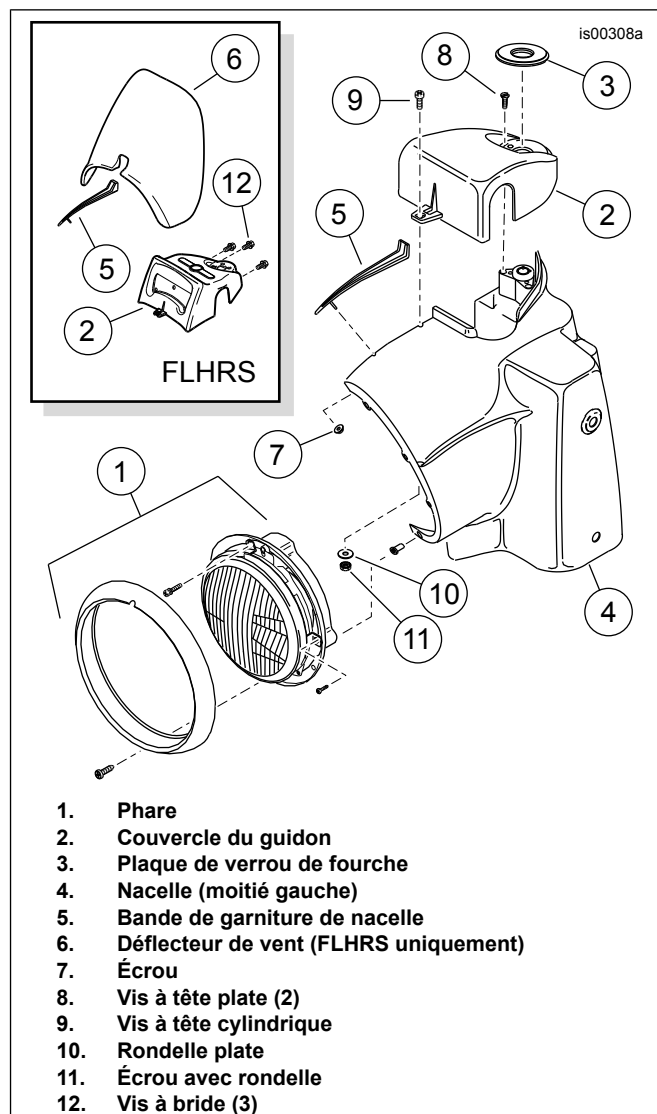

Figure 3. Nacelle, phare et couvercle de guidon (FLHR représentée)
14. **TOUS les modèles Road King** : voir Figure 3 . Atteindre l'intérieur de la nacelle du phare (4), retirer l'écrou de bride (7) pour libérer la bande de garniture (5) en haut de la nacelle.